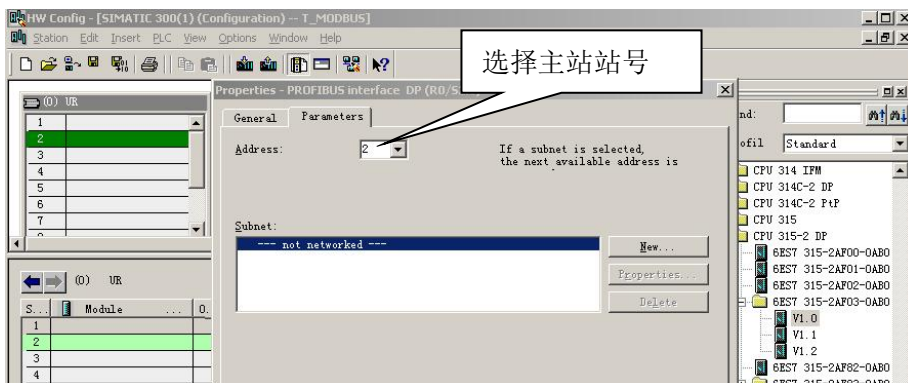

图 5-6
- (2) 配置机架：Hardware Catalog\SIMATIC 300\RACK-300\Rail 双击；
- (3) 配置 CPU：点中机架 UR 2 槽 → Hardware Catalog\SIMATIC 300\CPU-300\CPU 315-2 DP\6ES7 315-2AF03-0AB0(本例) 双击，见图 5-6 所示，并选择 PROFIBUS 主站站号。